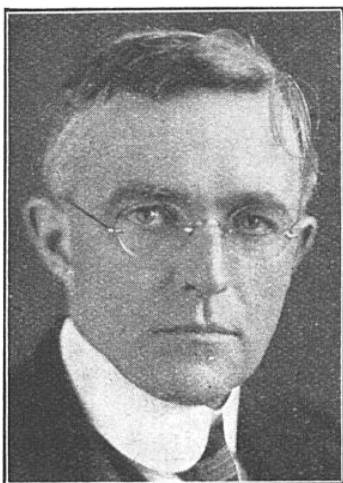

FIG. 6. — IRVING LANGMUIR
Au point de vue strictement chimique, le précurseur fut (1904) l'Allemand Richard Abegg, qui insista sur le rôle du nombre *huit* dans la classification périodique. Presque simultanément (1916), l'Américain G.-N. Lewis et l'Allemand Wilhelm Kossel montrèrent qu'une carapace (extérieure) de huit électrons était le fait d'une très grande stabilité chimique (les gaz inertes — comme l'argon et le néon — l'anion chlore et le cation sodium — dont la juxtaposition constitue le sel marin — possèdent, tous, huit électrons superficiels). C'est alors (1919) que l'Américain Irving Langmuir (2) (né en 1881, lauréat Nobel pour la chimie en 1932) établit un rapprochement très suggestif entre ce fameux nombre huit et... le nombre des sommets d'un cube (fig. 6) : sa théorie fut appelée théorie de l'atome « cubique », théorie de l'atome « statique » ou encore « théorie de l'octet ». D'ailleurs, l'atome